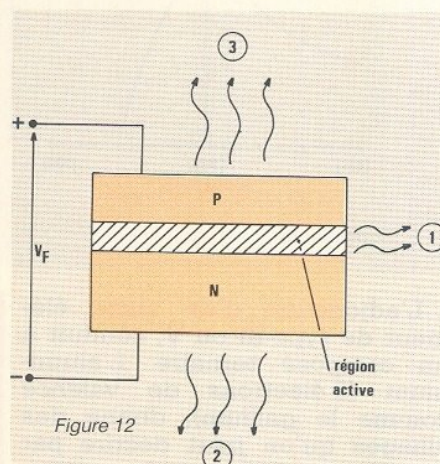
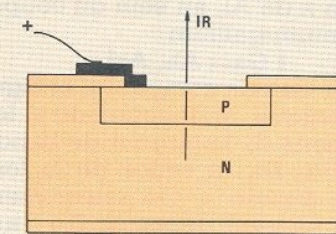

Figure 12
Figure 13
Dans cette zone, l'émission de photons est isotrope, et on peut choisir plusieurs directions, pour recueillir le rayonnement : dans une direction parallèle à la jonction (1, **figure 12**), ou dans une direction perpendiculaire, soit à travers la région « morte » N (2), soit à travers la région P (3). Le plus souvent, on met à profit la transparence acceptable et la faible épaisseur de la région P, pour exploiter la solution (3). Les diodes électroluminescentes de ce type sont construites en technique planar, conformément à la **figure 13**.